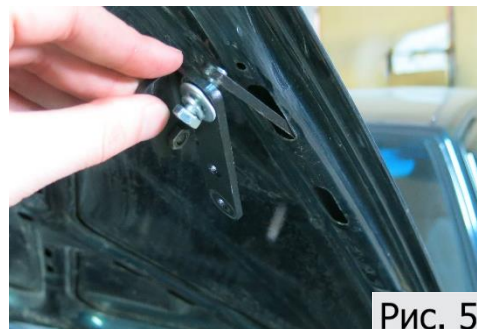

Рис. 5
4. Закрутить Болт М6х20 с шайбой 6 пружинной, шайбой 6 через кронштейн в резьбовое отверстие гайки закладной на 5 оборотов. Завести гайку закладную в отверстия усилителя капота (рис.5).